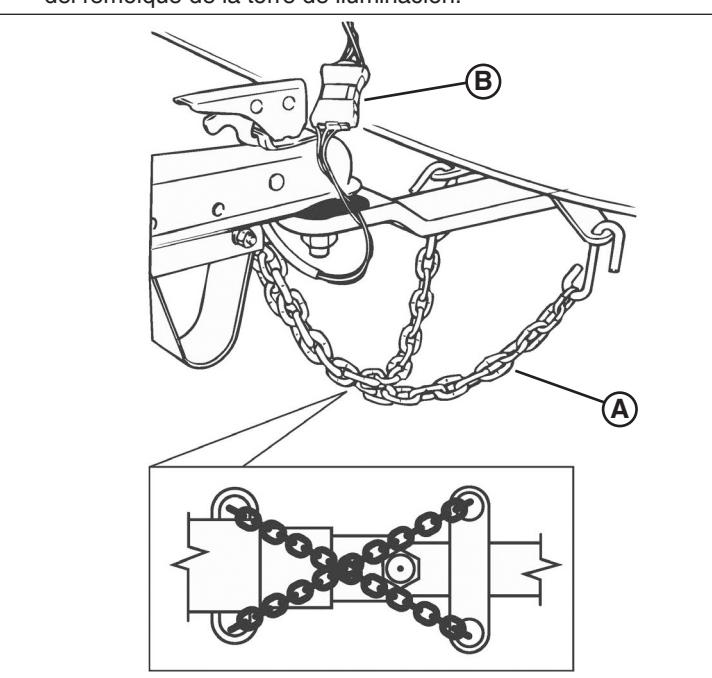

Figura 5
7. Conecte las cadenas de seguridad (**A**, Figura 5) al armazón del enganche del vehículo remolcador. Cruce las cadenas debajo de la lengua como se muestra. Deje suficiente holgura en las cadenas para permitir los giros, pero no demasiada como para que estas tengan contacto con la superficie del camino.
8. Conecte el conector de las luces del remolque (**B**, Figura 5) al conector de las luces del vehículo remolcador. Asegúrese de que el haz de cables de las luces del remolque tenga la longitud adecuada para evitar la desconexión cuando gire, pero no demasiada como para que este tenga contacto con la superficie del camino. Revise que las luces de detención, de viraje, traseras, marcadoras laterales y de la placa de licencia funcionen correctamente.